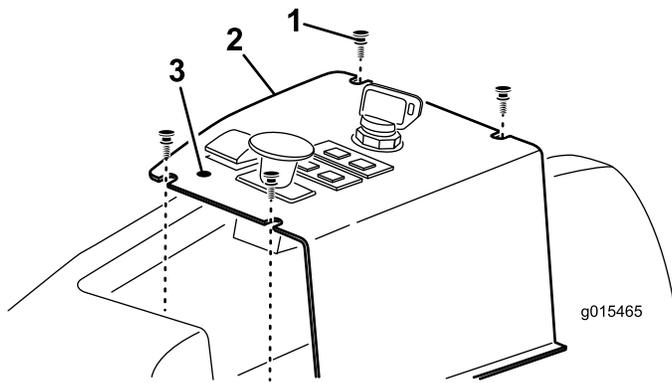

図 12
1. コントロールパネルについている昇降スイッチの前の部分を探ると、貼り付けてあるデカルの下にロックレバーを取り付けるための穴があるので、この穴を露出させる (図 12)。
2. コントロールパネルを機体に固定しているネジ4本を外す(図 12)。